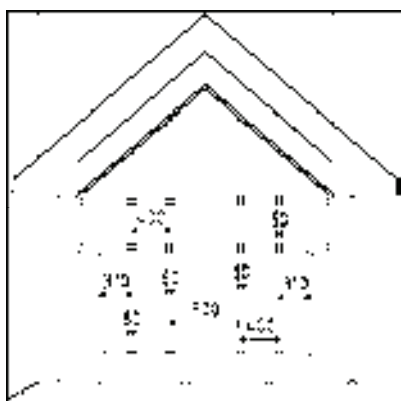

图 13-179 偏移结果
5) 绘制玻璃。调用“直线”命令、“偏移”命令，绘制并偏移直线，结果如图 13-179 所示。